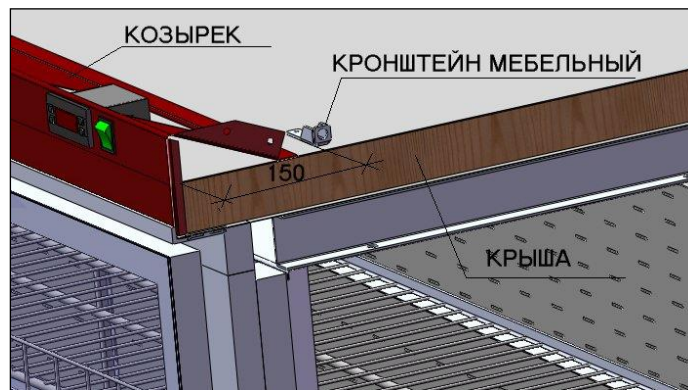

рис. 2
2. Сдвинуть витрины вплотную друг с другом и стянуть витрины через мебельные кронштейны болтами M8X60 с гайками M8 (входят в комплектацию витрин) – рис. 2)